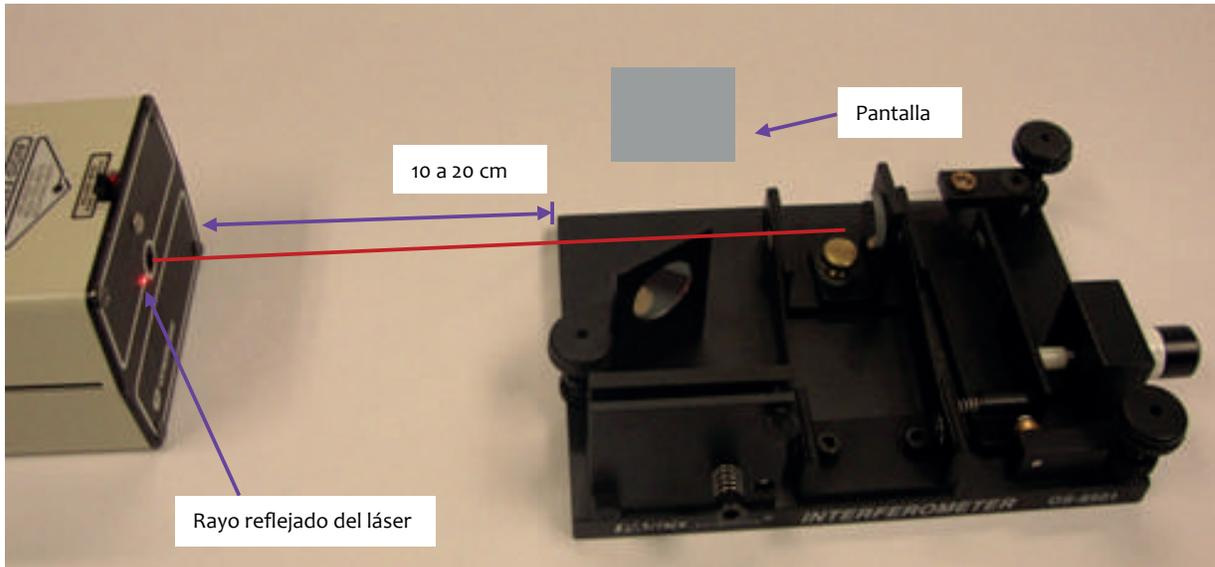

Figura 6.4. Ajuste del espejo móvil
- b) Coloque el interferómetro de manera que el rayo del láser incida en el centro del espejo móvil, cuide que el reflejo del láser NO entre nuevamente al láser sino, a un costado como se indica en la figura 6.4.